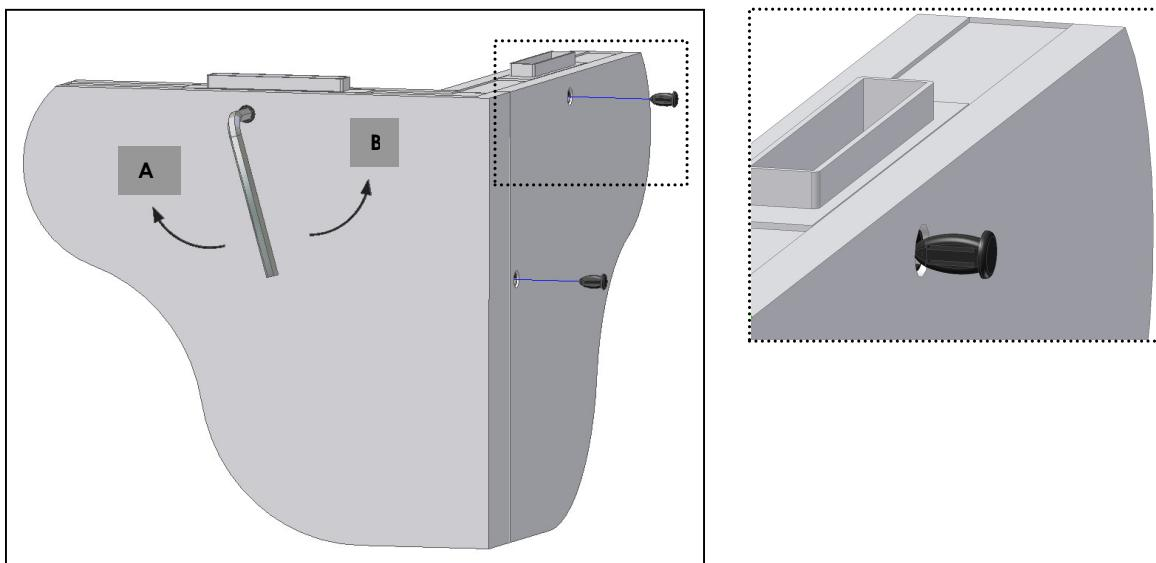

Fig. 11
- Tourner le tourne vis dans le sens des aiguilles d'une montre jusqu'à ce que ça s'arrête (Fig.11 – Position A);
- Tourner le tourne vis dans le sens contraire jusqu'à serrer. (Fig.11 – Position B)
➤ Après avoir serré, placer les **caches** dans les trous (Fig. 11).